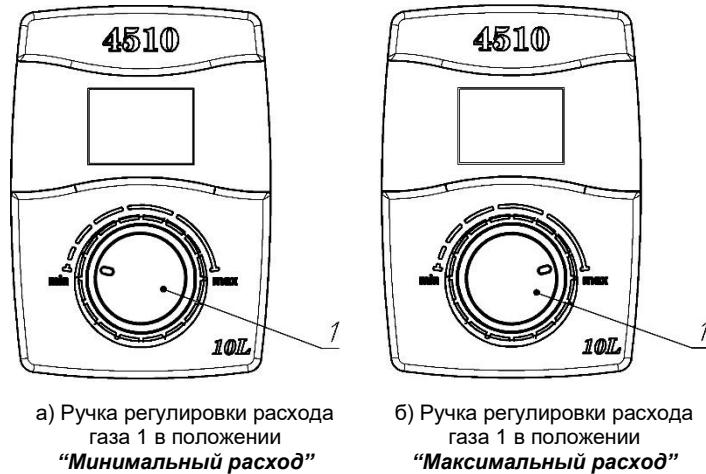

Рисунок 2. Положения ручек регулировки аппарата
- г) рекомендуется повернуть ручку 1 в положение минимального расхода газа, а рычаг 2 в положение максимального расхода воды (рис. 2).
3.2.1. Регулировка температуры воды при её установленном расходе через аппарат производится поворотом ручки 1 регулировки расхода газа (рис. 2): поворот ручки в положение “Максимальный расход” увеличивает расход газа и температуру воды на выходе аппарата, поворот ручки в положение “Минимальный расход” уменьшает расход газа и температуру воды на выходе аппарата.
- в) перевести рычаг управления регулятором расхода воды 2 (рис. 2) в положение "Максимальный расход", вывернуть сбросной клапан 22 (рис. 9), дать стечь воде в емкость и завернуть сбросной клапан обратно до упора.